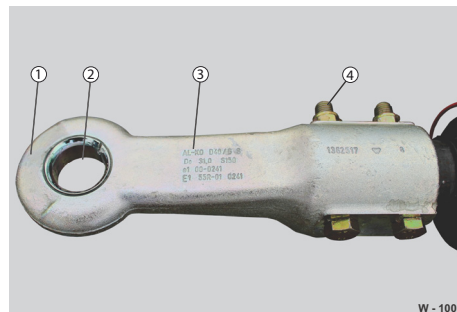

Abb. 52 Zugöse
- Verschleißbuchse (Abb. 52/2) reinigen und die Zugöse mit einem sauberen, trockenen Lappen reinigen.